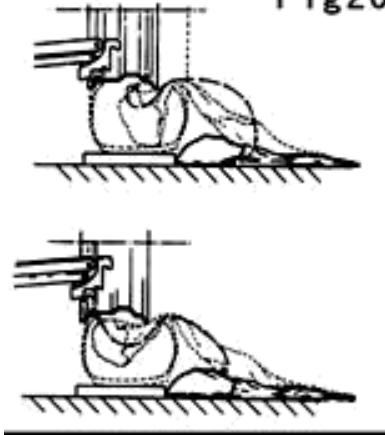

Fig. 19
- (4) Установите шину на платформу и опустите консоль зажимного устройства (удерживайте фиксаторы в крайней верхней точке), чтобы сперва зацепить борт.
- (5) Поднимите обод с зафиксированным бортом шины и поверните его на 15-20 см против часовой стрелки. Шина будет располагаться под углом.
- (6) Переведите инструментальную консоль в нерабочее положение, установите ее ближе к внутренней части шины.
- (7) Убедитесь в том, что монтажный палец установлен правильно. В противном случае, разверните его на 180°.
- (8) Установите монтажный палец у внешнего края обода на расстоянии 5 мм от него.
- (9) Проверьте положение монтажного пальца и при необходимости измените его. Вращайте колесо против часовой стрелки до тех пор, пока тиски не окажутся в самой низкой точке. Сперва установите борт в правильное положение относительно обода, затем снимите тиски (рис. 19).
- (10) Отведите инструментальную консоль от шины.
- (11) Переведите инструментальную консоль в исходное положение, затем установите ее на внешней стороне шины.
- (12) Разверните инструмент на 180°.
- (13) Вращайте колесо до тех пор, пока ниппель не окажется в крайней нижней точке.
- (14) Установите платформу (10) под колесом и опустите консоль (5) так, чтобы шина оказалась на платформе. Установите платформу так, чтобы между шиной и ободом образовался небольшой зазор, необходимый для выемки камеры.